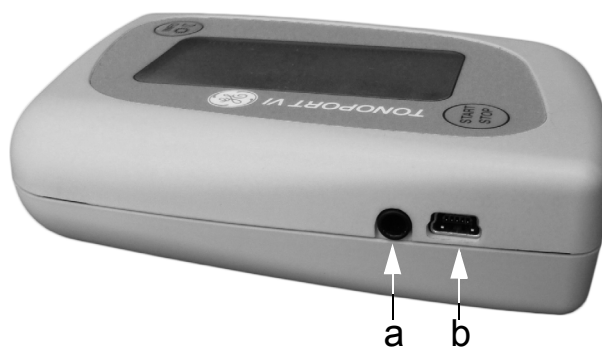

Fig. 5-1 Collegamenti per il cavo di connessione al PC
- per mezzo del cavo 2001589-040, se si utilizza la porta USB del TONOPORT VI (**b**, Fig. 5-1)
- per mezzo del cavo 2001589-011, se si utilizza la porta seriale del TONOPORT VI (**a**, Fig. 5-1)
*Per poter usare la porta USB del TONOPORT VI (b, Fig. 5-1), occorre installare il driver USB e controllare la comunicazione come descritto di seguito.*